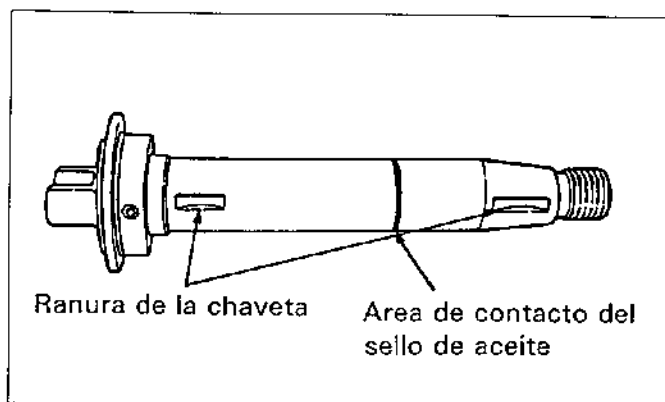

Figura.13-6 Comprobación del eje impulsor
(1) Compruebe el área de la claveta para ver si hay desgaste o picadura.
(2) Renueve las roscas donde estén un poco dañadas.
(3) Compruebe el área de contacto del sello de aceite para ver si hay desgaste excesivo. (Vea la figura.13-6)